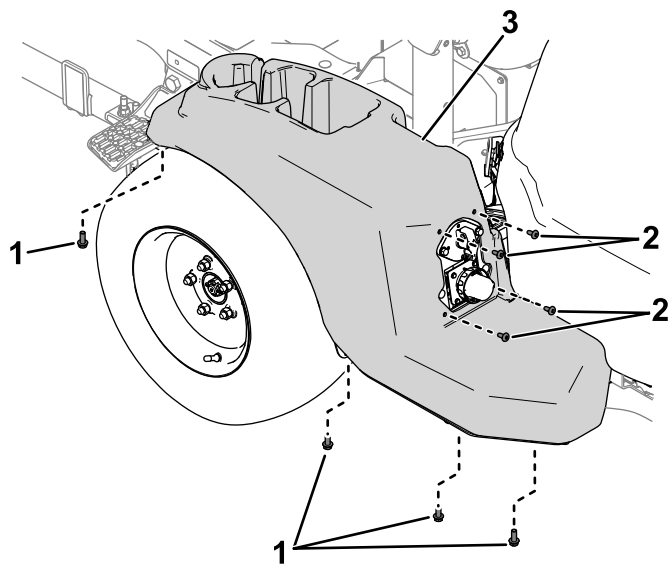

図1
1. マシン(図1)左側にカバーを固定しているボルトとネジを外し、カバーを取り外す。